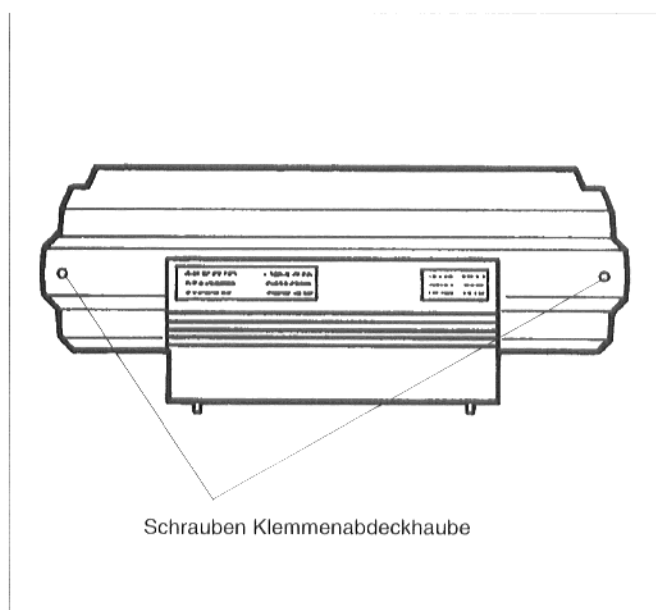

Abb. 2: Regelgerät Rückseite
- Die zwei Schrauben der Klemmenabdeckhaube herausdrehen. Klemmenabdeckhaube abnehmen (Abb. 2).